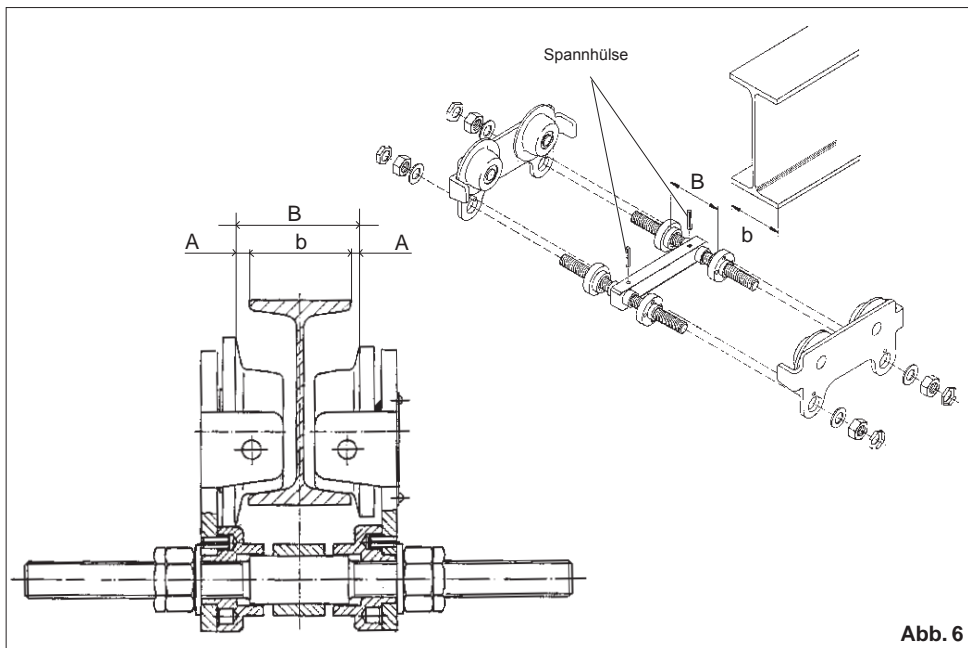
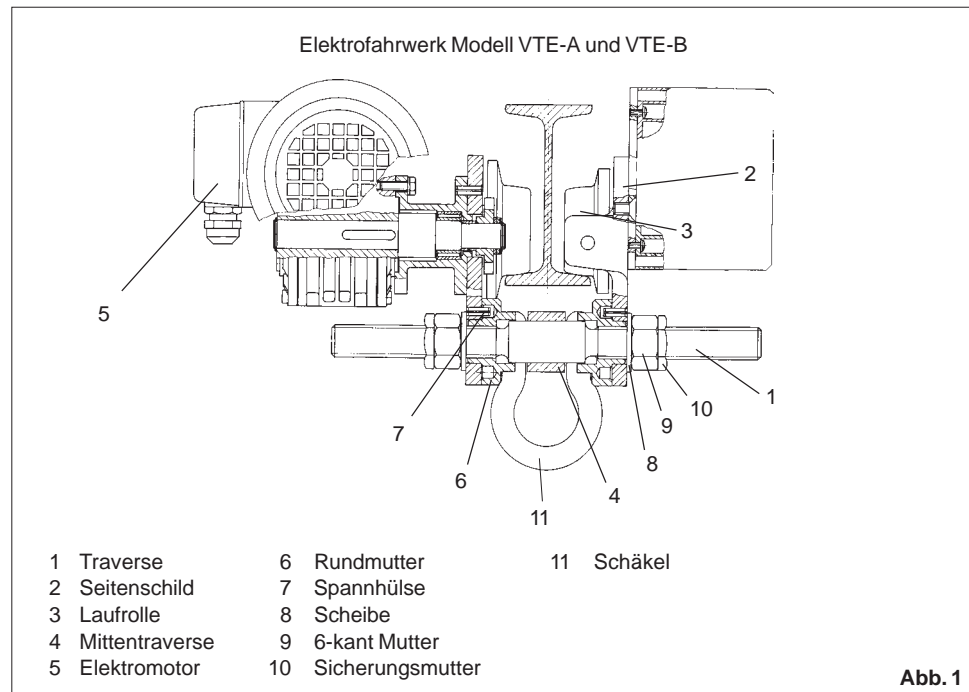

Abb. 6
Abb. 1
5.) Auflegen der Scheibe (Pos. 8, Abb. 1)) und Festziehen der 6-kant Muttern (Pos. 9, Abb. 1). Abschließend die Sicherungsmuttern (Pos. 10, Abb. 1) handfest aufschrauben und 1/4 bis 1/2 Umdrehung festziehen.
Achtung: Die Sicherungsmuttern (Pos. 10, Abb. 1) müssen immer montiert werden !
6.) Loses Aufsetzen des zweiten Seitenschildes (Pos. 2, Abb.) auf die Traversen (Pos. 1, Abb. 1): Hierbei können die Scheiben (Pos. 8, Abb. 1), die 6-kant Muttern (Pos. 9, Abb. 1) sowie die Sicherungsmuttern (Pos. 10, Abb. 1) für die Montage locker aufgeschraubt werden.
8.) Aufsetzen des zweiten Seitenschildes (Pos. 2, Abb. 1):
Hierbei müssen die in dem Seitenschild eingeschlagenen Spannhülsen (Pos. 7, Abb. 1) in eine der dafür vorgesehenen vier Bohrungen der Rundmutter (Pos. 6, Abb. 1) aufgenommen werden. Eventuell müssen die Rundmutter hierfür geringfügig verstellt/nachgestellt werden.
9.) Festziehen der 6-kant Muttern (Pos. 9, Abb. 1) an dem zweiten Seitenschild:
Abschließend die Sicherungsmuttern (Pos. 10, Abb. 1) handfest aufschrauben und 1/4 bis 1/2 Umdrehung festziehen. **Achtung:** Die Sicherungsmuttern (Pos. 10, Abb. 1) müssen immer montiert werden !
- sind alle vier Sicherungsmuttern (Pos. 10, Abb. 1) montiert?
- 1.) Sicherungsmuttern (Pos. 10, Abb. 1) und Sechskantmutter (Pos. 9, Abb. 1) von den Traversen (Pos. 1, Abb. 1) herunterdrehen und beide Seitenschilder (Pos. 2, Abb. 1) vom Fahrwerk demontieren.
- 2.) Flanschbreite Maß "b" des Laufbahnträgers messen (siehe Abbildung 6, Maß "b", Seite 6).
- 3.) Einstellen/Voreinstellen des Maßes "B" (siehe Abbildung 6, Seite 6) zwischen den Schultern der Rundmutter (Pos. 6, Abb. 1) auf den freien Gewindeenden der Traversen (Pos. 1, Abb. 1): Hierbei müssen die vier in den Rundmutter (Pos. 6, Abb. 1) vorhandenen Bohrungen nach außen zeigen. Der Abstand "B" zwischen den Schultern der Rundmutter auf den Traversen ist so zu wählen, daß das Maß "B" der Flanschbreite "b" plus 4 mm seitlichem Spiel entspricht (Maß "A" auf jeder Seite 2 mm). Hierbei ist zu beachten, daß die Mitteltraverse zu den Rundmutter mittig sitzt.
- 4.) Aufsetzen eines Seitenschildes (Pos. 2, Abb. 1): Hierbei müssen die in dem Seitenschild eingeschlagenen Spannhülsen (Pos. 7, Abb. 1) in einer der dafür vorgesehenen 4 Bohrungen der Rundmutter (Pos. 6, Abb. 1) aufgenommen werden. Eventuell müssen die Rundmutter hierfür geringfügig verstellt / nachgestellt werden.
Vor der ersten Inbetriebnahme sind alle Fahrwerke einer Prüfung durch einen Sachkundigen zu unterziehen und etwaige Mängel zu beheben. Die Prüfung besteht im wesentlichen aus einer Sicht- und Funktionsprüfung. Sie soll sicherstellen, daß sich das Gerät in einem sicheren Zustand befindet und gegebenenfalls Mängel und Schäden, die z.B. durch unsachgemäßen Transport oder Lagerung verursacht worden sind, festgestellt und behoben werden. Insbesondere ist darauf zu achten, daß die Spannhülsen in der Mittentraverse ordnungsgemäß montiert sind (siehe Seite 6, Abb. 6). Als Sachkundige können z.B. die Wartungsmonteuere des Herstellers oder der Lieferanten angesehen werden. Der Unternehmer kann aber auch entsprechend ausgebildetes Fachpersonal des eigenen Betriebes mit der Prüfung beauftragen. Die Prüfungen sind vom Betreiber zu veranlassen.